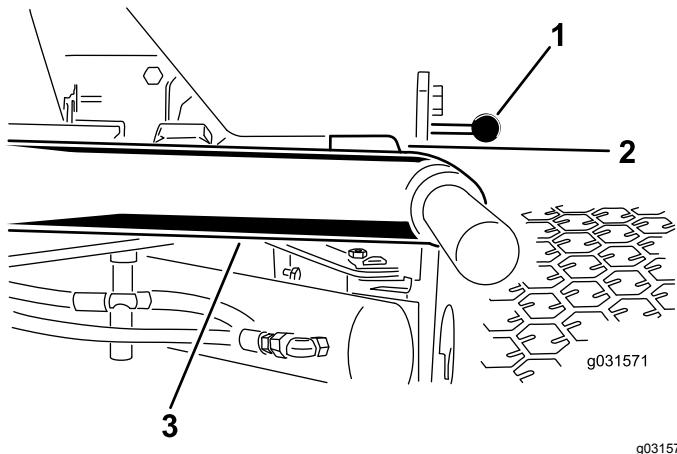

Рисунок 11
- Запустите двигатель, поднимите режущие блоки и убедитесь, что зазор между каждым подъемным рычагом и кронштейном панели пола составляет от 5 до 8 мм, как показано на Рисунок 11.